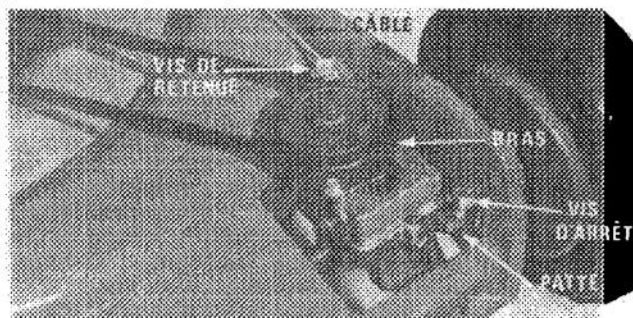

Figure 31
Remarque: Vérifiez la vis d'arrêt (fig. 31): elle doit buter contre la patte sur le devant de la boîte d'engrenages. La vis empêche la boîte d'engrenages de se déplacer.
3. Desserrez la vis de retenue du câble jusqu'à ce que le câble puisse glisser librement (Fig. 31).
5. Poussez le bras de débrayage vers l'arrière jusqu'à refus et tenez le débrayeur en place. Tirez le câble et le fil métallique vers l'arrière pour enlever tout le jeu, et fixez le câble en place en serrant la vis de retenue du câble (Fig. 31).